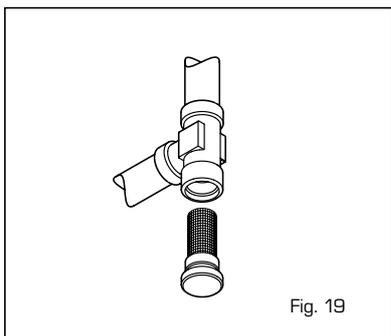

Fig. 19
##### 4.4.1 Pulizia filtro circuito riscaldamento (fig. 19)
- Il ventilatore (V) funziona ma ad un numero di giri ridotto non attivando il pressostato fumi (PF) occorre pertanto provvedere alla sostituzione.
- Otturazione del filtro circuito riscaldamento da impurità (fig. 19): provvedere alla pulizia.
- Controllare che il circolatore (P) non risulti bloccato, eventualmente provvedere allo sblocco.